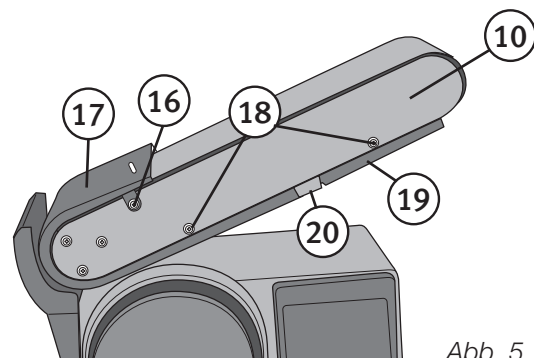

Abb. 5
4. Die beiden Schrauben ((16) auf Abb. 5) zu beiden Seiten des Bandgestells (10) losschrauben. Den oberen Schutz abnehmen ((17) auf Abb. 5).
5. Die vier Schrauben ((18) auf Abb. 5) zu beiden Seiten des Bandgestells (10) losschrauben. Den unteren Schutz abnehmen ((19) auf Abb. 5).
6. Den Gummipuffer ((20) auf Abb. 5) entfernen.